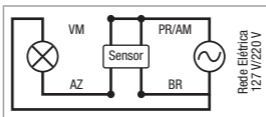

figura 1
1. Retire a tampa plástica onde está localizada a lente fresnel, para isso, utilize uma chave de fenda pequena (conforme figura 1).